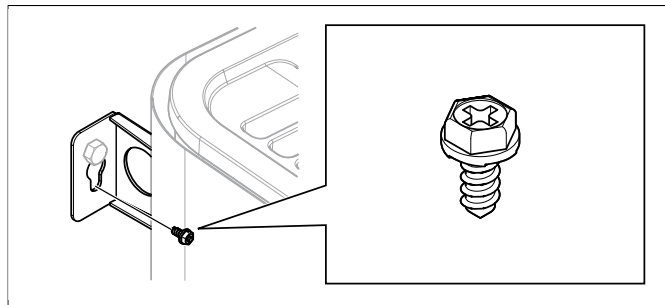

Рисунок 13: Зажимной винт кронштейна
10. Закрепите устройство зажимным винтом см. **Рисунок 13**, страница 6.